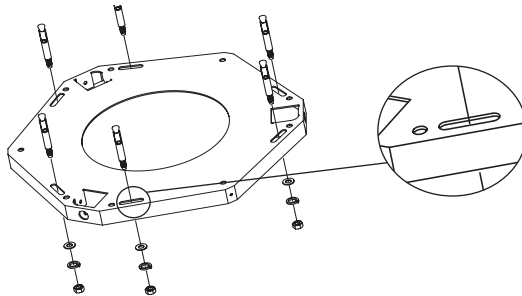

Fig. 22
- Marque os 6 pontos no centro dos furos oblongos [Fig.22].
- Fure as posições marcadas com uma broca de \varnothing 8 mm e fixe o suporte, usando os 6 parafusos [tipo chumbador, arruelas lisas, de pressão e porcas que acompanham o produto [Fig.22].
Se o suporte de fixação não estiver corretamente alinhado com o cooktop ou fogão a sua posição poderá ser corrigida, aliviando o aperto dos 6 parafusos dos furos oblongos [Fig.22].